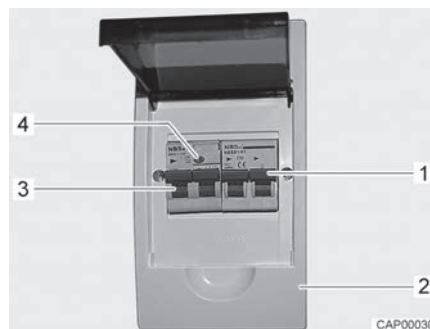

Fig. 106 Caja de fusibles de 230-V con interruptor de protección de línea y RCD (interruptor principal)
- Desconectar el RCD (interruptor principal, Fig. 106,3) en la caja de fusibles (Fig. 106,2).
- Conectar el RCD (interruptor principal, Fig. 106,3) en la caja de fusibles.
- Al estar el vehículo conectado a la alimentación de 230 V, pulsar la tecla de prueba (Fig. 106,4) del RCD (Fig. 106,3) en la caja de fusibles (Fig. 106,2). El RCD debe dispararse.
- Conectar de nuevo el RCD (Fig. 106,3).